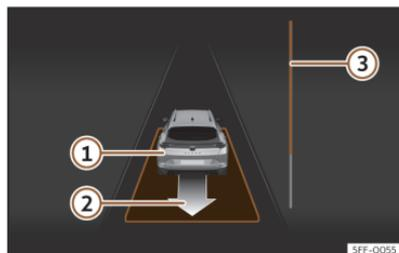

Abb. 154 Am Bildschirm des Kombi-Instruments: parallel zur Fahrbahn ausparken.
- Fahren Sie rückwärts, bis das Dauertonsignal des ParkPilot ertönt; **ODER:** fahren Sie zurück, bis am Bildschirm des Kombi-Instruments die Anzeige zur Vorwärtsfahrt erscheint. Die Fortschrittsanzeige >>> (**Abb. 154**) P zeigt den zurückzulegenden Abstand an.